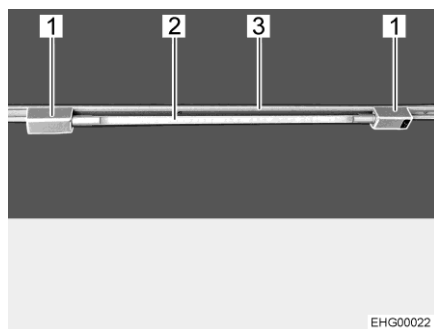

Fig. 28 Lampada tubolare
- Inserire i due supporti (Fig. 28,1) nella rotaia (Fig. 28,3). A tale scopo, ruotare i supporti di 90°.
- Infilare il corpo lampada (Fig. 28,2) in uno dei supporti.
- Ruotare il corpo lampada (Fig. 28,2), finché non si raggiunge l'effetto luminoso desiderato.